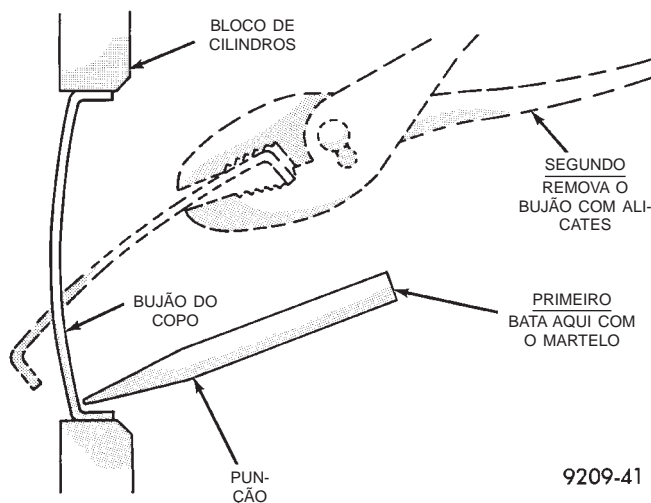

Fig. 61 Remoção do Bujão do Orifício
(1) Usando uma ferramenta embotada, tal como um mandril ou uma chave de fenda e um martelo, bata na extremidade inferior do bujão da capa (Fig. 61).
(2) Com o bujão de capa virado, agarre firmemente com alicates ou com outra ferramenta adequada e remova-o (Fig. 61).